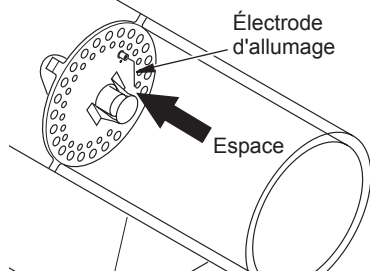

Figure 15 - Espace entre l'électrode d'allumage et la plaque
7. Assurez-vous que l'espace entre l'électrode d'allumage et la plaque est de 4,3 mm (0,17 po) (voir figure 15).